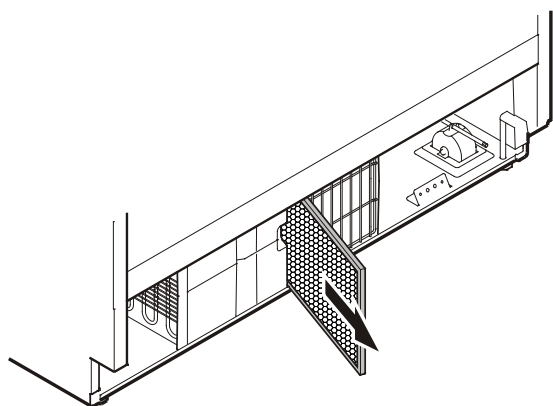

Figura 24
- Quite el filtro de polvo (**Figura 24**) y lávelo en un lavavajillas o manualmente con agua tibia y un detergente para lavavajillas.